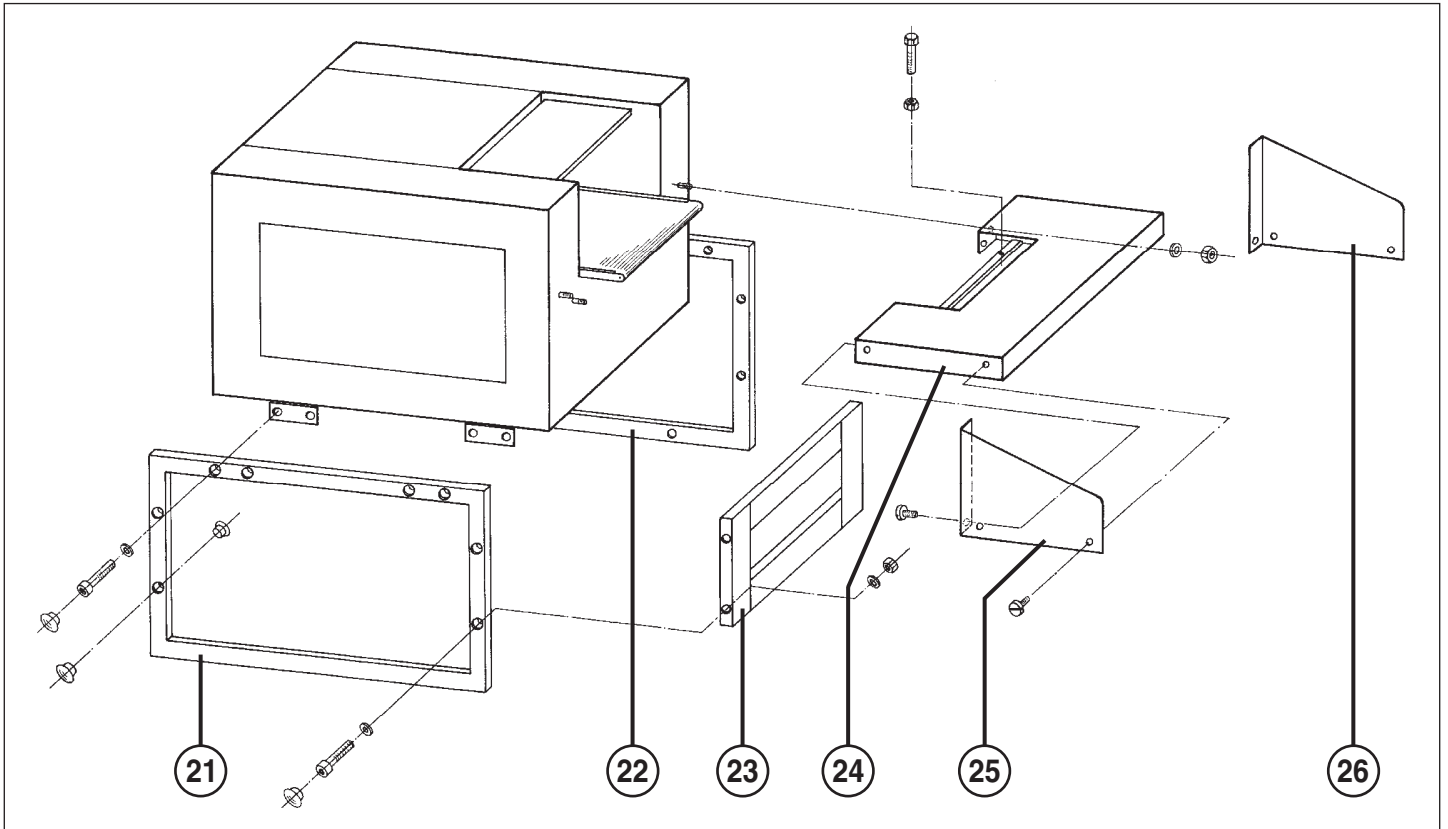

Fig. 1
- 21 = Telaio a sinistra (fig. 1 e 2)
- 22 = Telaio a destra (fig. 1)
- 23 = Lamiera intermedia (fig. 1 e 2)
- 24 = Tavolo (fig. 1)
- 25 = Squadretta di protezione a sinistra (fig. 1 e 2)
- 26 = Squadretta di protezione a destra (fig. 1)
MONTAGGIO DEL SOTTOTELAIO (fig. 1 e 2):
MONTAGGIO DEL TAVOLO (24) (fig. 1)
4. Infilare il cavo di alimentazione corrente del listello di arresto d'emergenza (14) attraverso il passacavo nella parete laterale sinistra della cassa e attraverso l'avvitamento cavi in basso, dopodiché collegare il trefolo blu con il morsetto 20 e il trefolo marrone con il morsetto 19.
MONTAGGIO DELLA SQUADRETTA DI PROTEZIONE (fig. 1):